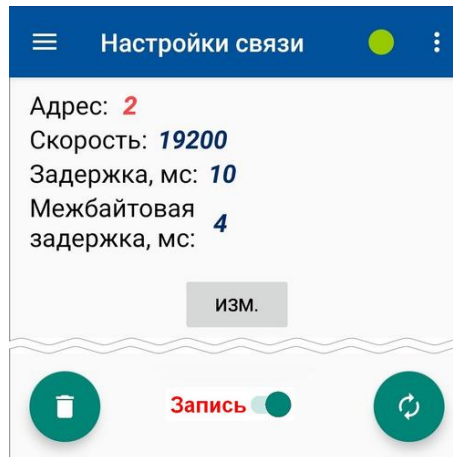

Рис.31. Вид отредактированного значения в дочернем окне.
- в дочернем окне правее наименования установочного параметра начнется отображение его отредактированного значения (рис.31)